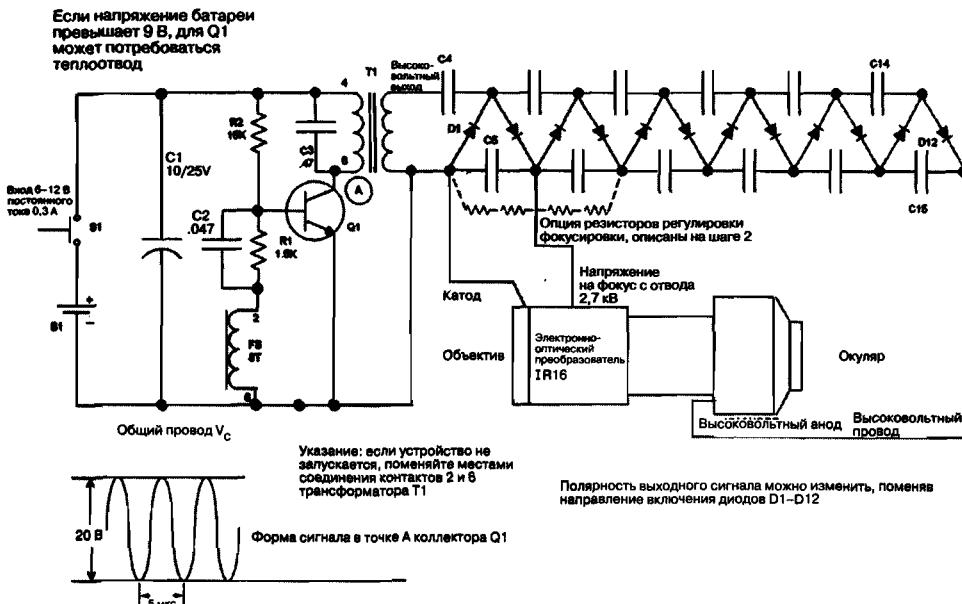

Рис. 23.2. Принципиальная схема высоковольтного источника напряжения для прибора ночного видения
Транзистор Q1 включен по схеме резонансного генератора свободных колебаний с частотой, определяемой емкостью конденсатора С3 и индуктивностью первичной обмотки повышающего трансформатора Т1. Это напряжение повышается во вторичной обмотке Т1 за счет коэффициента трансформации до нескольких тысяч вольт. Конденсаторы С4–С15 и диоды D1–D12 образуют двухполупериодный умножитель напряжения, который увеличивает это напряжение в 6 раз шестью каскадами умножения и выпрямляется диодами, то есть преобразуется в напряжение постоянного тока. Выходное напряжение снимается между С15 и С5, как показано на рисунке, и может быть положительным или отрицательным в зависимости от направления включения диодов. Различные величины напряжений можно получить с разных отводов конденсаторов. Соединения для отводов к трубке преобразователя показаны на рис. 23.2.
Если у вас есть осциллограф, можете наблюдать форму волн на выводе коллектора (см. рис. 23.2). Учтите, что на рисунке показана форма сигнала без разряда.
2. Выполните экран из оконного стекла и разместите его на уровне объектива преобразовательной трубы TUB1 с помощью скотча. Зафиксируйте трубку на столе с помощью клея и временно подключите провода от платы питания (см. рис. 23.2). Соблюдайте правильное расстояние между проводами и компонентами. Затемните помещение и поместите источник инфракрасного света по одной оптической оси с трубкой (используйте фонарь, предпочтительно с фильтром IR). Наблюдайте зеленоватое свечение трубы и изображение экрана, которое появляется или достаточно четким, или размытым. Если изображение четкое и качественное, вам повезло. Вы можете продолжать улучшать фокусировку, подключив резисторы 22 МОм (см. рис. 23.2) между двумя первыми секциями умножителя. Обычно этого не требуется.